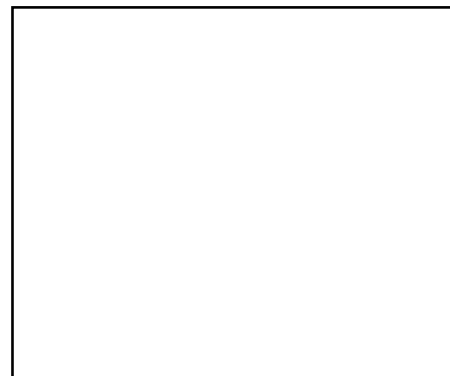

Abb. 5: Zusammengesetzte Solarzelle
14. Fixieren Sie die beiden Gläser so mit 2 Aktenklammern, dass die unbedeckten Ränder der beiden Gläser frei bleiben (Abb. 5).
16. Verbinden Sie die Solarzelle mit einem Multimeter mit Hilfe von zwei Krokodilklemmen, die Sie an der Photo- und der Gegenelektrode befestigen (Abb. 5).